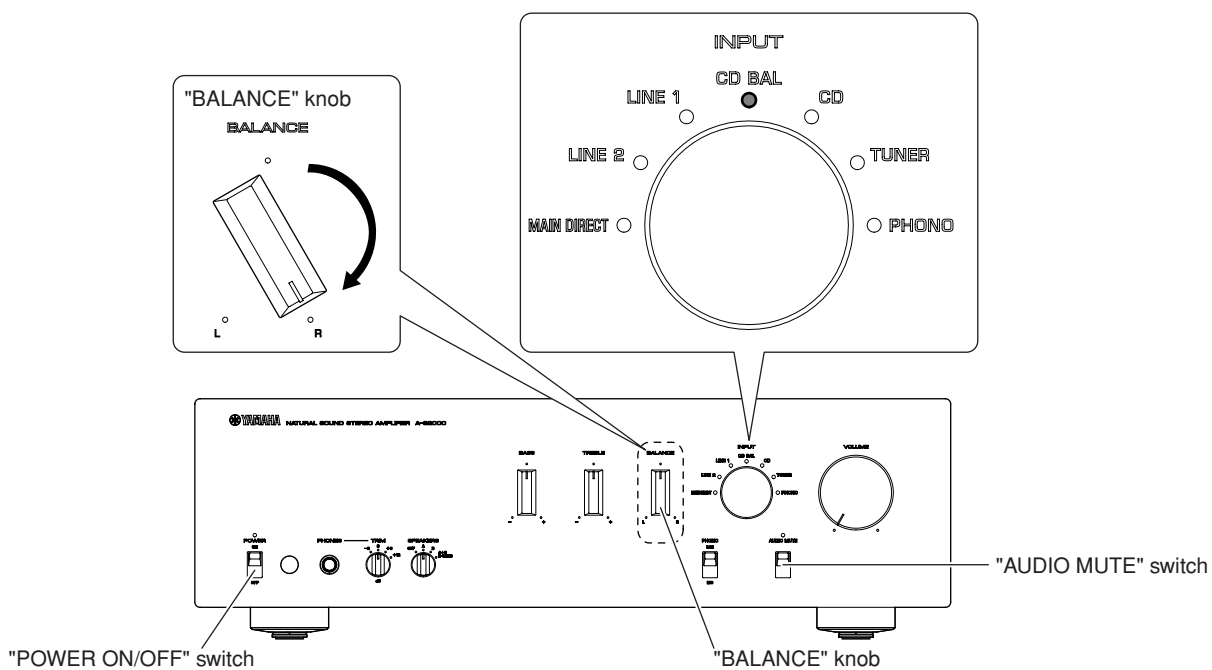

Fig. 7
1. Turn the "BALANCE" knob clockwise fully and then while pressing down the "AUDIO MUTE" switch, set the "POWER ON/OFF" switch to the ON position. (Fig. 7)
2. The INPUT selector LED "CD BAL" will light up and the normal operation will be restored. (Fig. 7)
1. "BALANCE"ノブを右いっぱいに戻し、"AUDIO MUTE"スイッチを押し下げながら"POWER ON/OFF"スイッチをONにします。(Fig. 7)
2. INPUTセレクターLED"CD BAL"が点灯し、通常動作に戻ります。(Fig. 7)